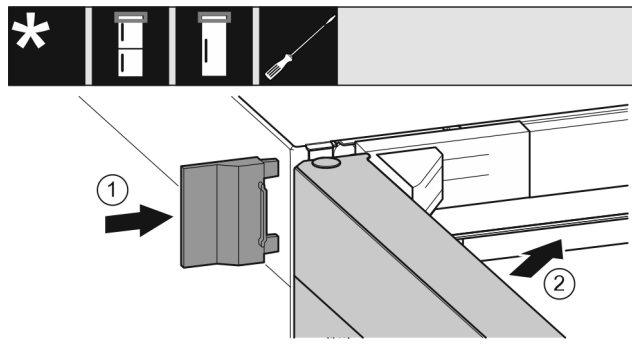

Fig. 64
- ▶ Надвиньте внешнюю крышку Fig. 64 (1).
- ▶ Закройте верхнюю дверь Fig. 64 (2).